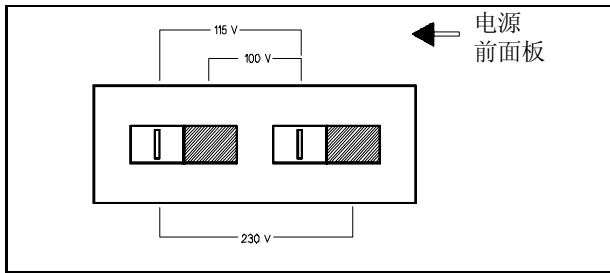

图 2，线电压选择器（设置为 115 Vac）
- 设置印刷电路板上的线电压选择器开关的两个选项, 以获得所需的线电压 (参见图 2)。